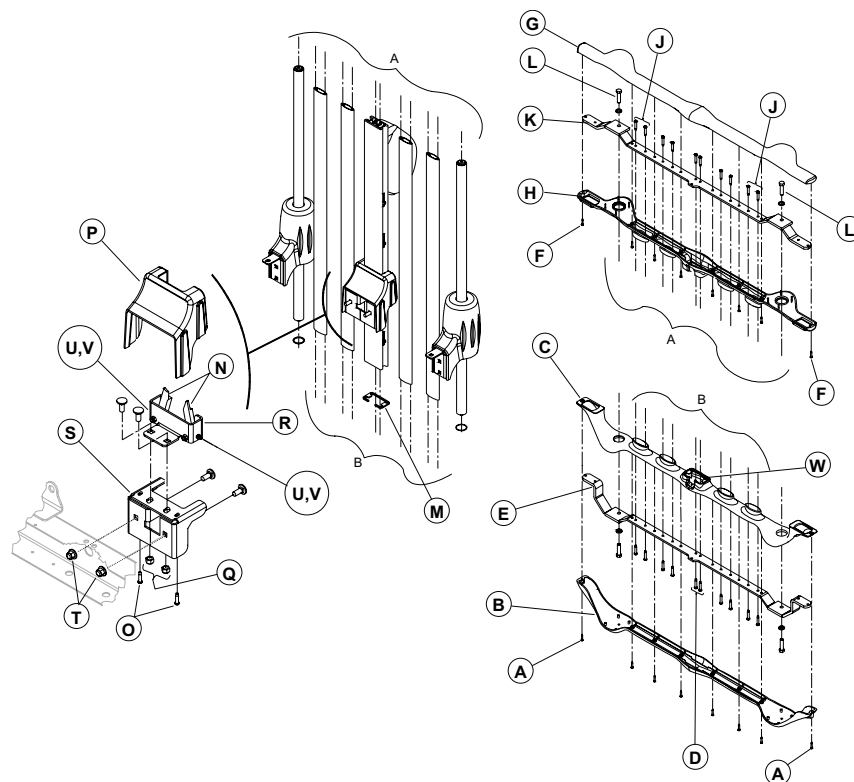

Figure 27 – Remplacement de la colonne centrale de la barrière d'extrémité
4. À l'aide d'un tournevis cruciforme n° 1, retirer les huit vis (A) qui fixent la moitié inférieure de la pièce de finition en plastique inférieure (B) à la moitié supérieure de la pièce de finition en plastique inférieure (C) (Figure 27). Conserver les vis.
6. À l'aide d'un tournevis cruciforme n° 2, retirer les deux vis (D) qui fixent l'extrémité inférieure de la colonne centrale à l'élément de structure inférieur (E) (Figure 27). Conserver les vis.
7. À l'aide d'un tournevis cruciforme n° 1, retirer les huit vis (F) qui fixent la moitié supérieure de la pièce de finition en plastique supérieure (G) à la moitié inférieure de la pièce de finition en plastique supérieure (H) (Figure 27). Conserver les vis.
11. À l'aide d'une visseuse sans fil et d'un embout cruciforme n° 2, retirer les 14 vis (J) qui fixent l'extrémité supérieure des montants et la colonne centrale à l'élément de structure supérieur (Figure 27). Conserver les vis.
12. À l'aide d'une douille de 1/2 po, retirer les deux boulons et les deux rondelles (L) qui fixent l'extrémité supérieure des deux montants de guidage à l'élément de structure (K) (Figure 27). Conserver les boulons et les rondelles.
16. Installer la nouvelle colonne. Insérer l'extrémité inférieure de la colonne centrale dans le sabot de frein et faire glisser la colonne jusqu'à ce que le bas soit logé dans la cavité (W) de la pièce de finition en plastique inférieure. Prendre des précautions pour éviter d'endommager le joint lors de l'insertion de la colonne dans la pièce en plastique inférieure. Pendant que la colonne glisse à travers le sabot de frein, tourner la poignée pour ouvrir les butées de verrouillage (N) lorsque la colonne atteint chacune des butées fixes (Figure 27).
20. À l'aide d'un tournevis cruciforme n° 2, retirer les deux vis (O) qui fixent le couvercle du sabot de frein (P) au support de sabot de frein (S). Retirer et conserver le couvercle (Figure 27).
21. À l'aide d'une douille de 1/2 po, desserrer les deux contre-écrous (Q) qui fixent le sabot de frein (R) au support de sabot de frein (S). Retirer les deux contre-écrous (T) qui fixent le support du sabot de frein au châssis (Figure 27).
22. Effectuer un mouvement de va-et-vient avec le sabot de frein (côté tête vers côté pieds) et déplacer de gauche à droite le support de sabot pour positionner les butées de verrouillage (N) (Figure 27). Serrer les contre-écrous.
23. Si les butées de verrouillage frottent toujours contre l'extrusion en plastique, desserrer le contre-écrou (U) à l'aide d'une clé mixte de 3/8 po. Tourner la vis de réglage (V) à l'aide d'une clé hexagonale de 3/32 po jusqu'à l'obtention du bon alignement (Figure 27).
4. À l'aide d'un tournevis cruciforme n° 1, retirer les huit vis (A) qui fixent la moitié inférieure de la pièce de finition en plastique inférieure (B) à la moitié supérieure de la pièce de finition en plastique inférieure (C) (Figure 27).
6. À l'aide d'un tournevis cruciforme n° 2, retirer les deux vis (D) qui fixent l'extrémité inférieure de la colonne centrale à l'élément de structure inférieur (E) (Figure 27).
7. À l'aide d'un tournevis cruciforme n° 1, retirer les huit vis (F) qui fixent la moitié supérieure de la pièce de finition en plastique supérieure (G) à la moitié inférieure de la pièce de finition en plastique supérieure (H) (Figure 27).
11. À l'aide d'une visseuse sans fil et d'un embout cruciforme n° 2, retirer les 14 vis (J) qui fixent l'extrémité supérieure des montants et la colonne centrale à l'élément de structure supérieur (Figure 27).
12. À l'aide d'une douille de 1/2 po, retirer les deux boulons et les deux rondelles (L) qui fixent l'extrémité supérieure des deux montants de guidage à l'élément de structure (K) (Figure 27).